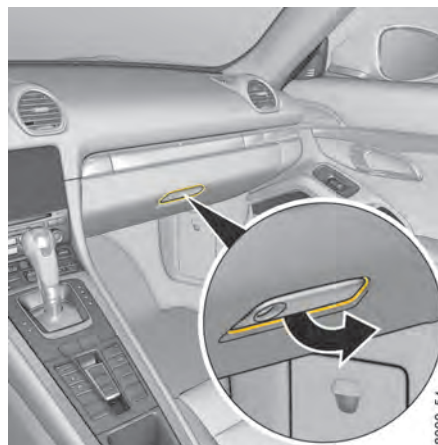

Fig 180 : Ouverture de la boîte à gants
- ▶ Tirez la poignée (Fig. 180) et ouvrez le couvercle.